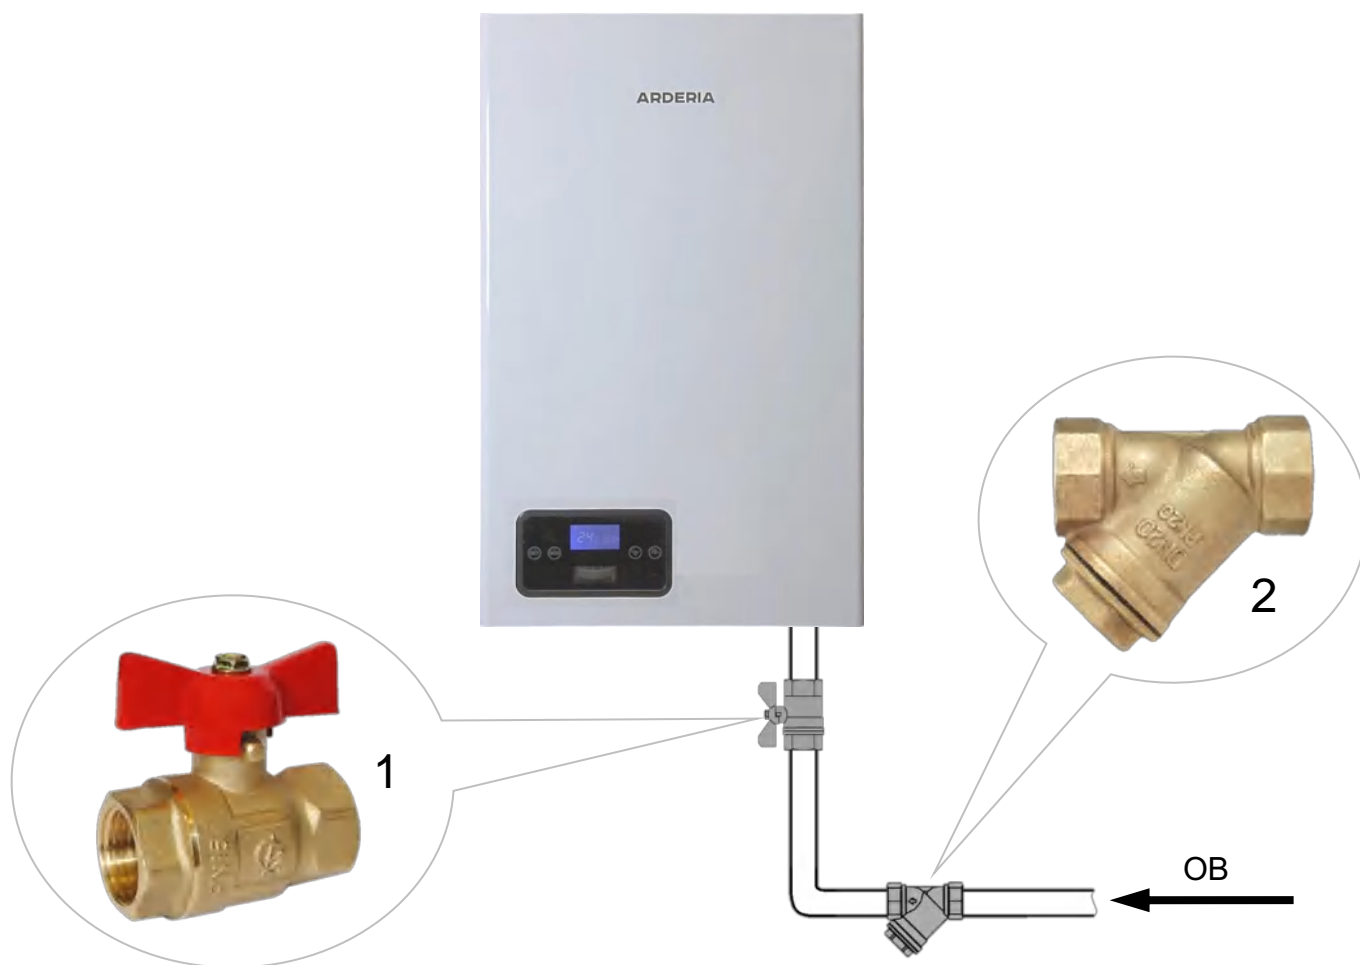

Рис. 16 Монтаж труб системы отопления
- Для осуществления ТО электродкотла, **рекомендуется** перед присоединительными патрубками котла установить (смонтировать) запорные краны, которые **должны** быть расположены так, чтобы их поворотные ручки были доступны (См. Рис. 16).
- **Настоятельно рекомендуется** на обратном трубопроводе СО, на входе ОВ в электродкотёл установить косой сетчатый фильтр для очистки ОВ от нежелательных примесей и отложений (См. Рис. 16). Рекомендуется устанавливать фильтр с сеткой (фильтрующим элементом), у которой размеры ячеек 300-500 микрон.